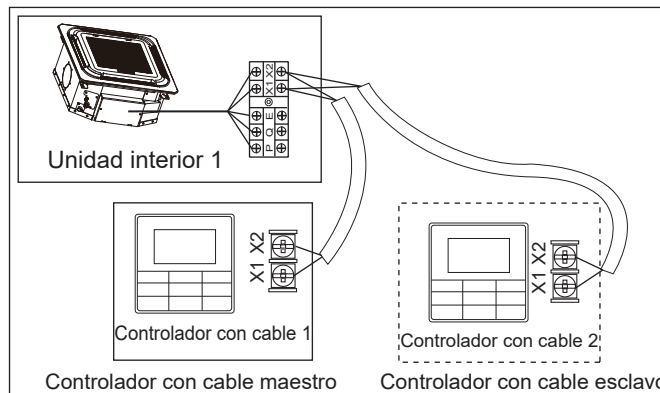

Figura 40
- Utilice 1 controlador con cable para controlar 1 unidad interior o 2 controladores con cable (un controlador maestro y un controlador esclavo) para controlar 1 unidad interior (vea la Figura 40);